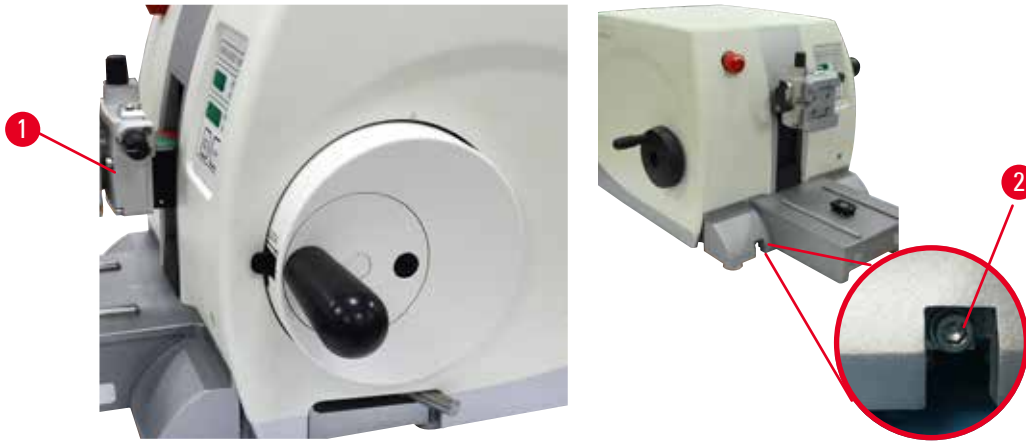

图 7
- 旋转手轮 (→ "图 7") (至 9 点钟位置), 将样品头设置在垂直移动范围一半高度的位置。